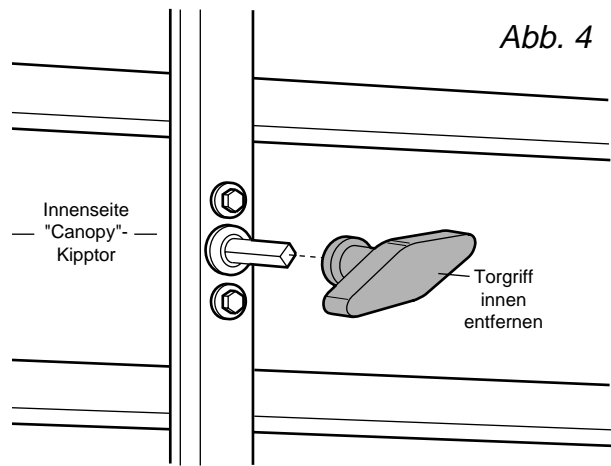

Abb. 4
- Torgriff innen abmontieren, Zylinder jedoch im Tor Belassen (Abb. 4).